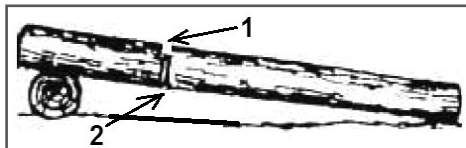

Рис. 16 Пропилы при раскрывке дерева на одной опоре
2. Бревно лежит на одной опоре (Рис. 16). Разгрузочный пропил (1) на 1/3 бревна делается сверху. Основной пропил (2) делается снизу навстречу разгрузочному пропилу.